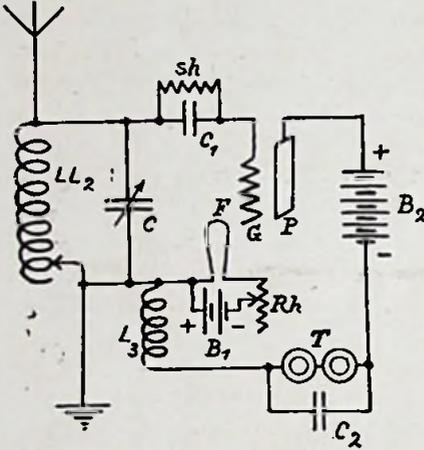

Fig. 2. — Le montage d'Armstrong adapté à l'Oudin et réduit à deux bobines seulement, la bobine L_3 étant couplée à la bobine LL_2 .
p. 136, note), une forte résistance *sh* shunte le condensateur C_1 . Le schéma d'Armstrong devient ainsi celui de la figure 2.